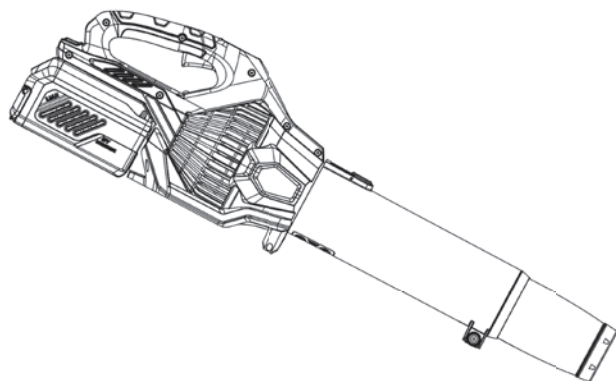

Рис. 7
- Держите воздуходувку и управляйте ей, держа одну руку на рукоятке для переноски и обхватив рукоятку большим пальцем (рис. 7).